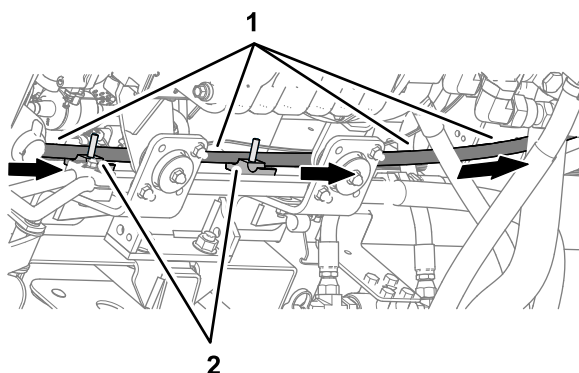

図 125
- 油圧ポンプ ホース 10 x 2921 mm (EHI ステアリングバルブ ポートPT) を、上部のチューブクランプ半分の上部の溝に 45° 継手で配管します (図 125)。